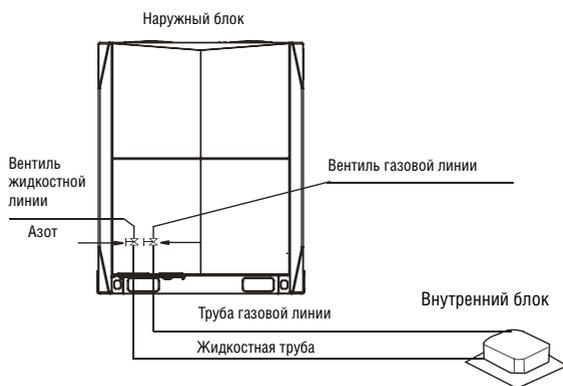

Рис. 5-5
- Недопустимо подавать давление прямо на поплавковый клапан. (см. рис. 5-5).